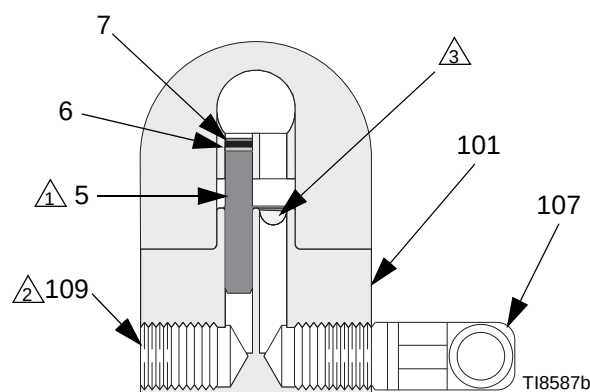

FIG. 1: Opstelling van systeem zonder circulatie afgebeeld (doorsnede-aanzicht)
1. Zie FIG. 1. Breng zelfhechtend smeermiddel 222955 aan op de schroefdraad en de corresponderende oppervlakken van het spuitstuk (101), de plug (109) en het kniestuk (107) die niet geassembleerd zijn meegeleverd.
2. Installeer een kniestuk (107) in de ene vloeistofpoort van het spuitstuk (101) en een plug (109) in de andere poort.
3. Installeer de interne plug (5) in de vloeistofpoort van het pistool aan dezelfde kant als de plug van het spuitstuk.
4. Sluit de vloeistoftoevoerleiding aan op het kniestuk van het spuitstuk (107).
5. Installeer het pistool op het spuitstuk met de vier schroeven (17). Begin alle vier de schroeven aan te draaien en draai de voorste twee schroeven en vervolgens de achterste twee schroeven vast tot 7,3 N•m (65 in-lb).